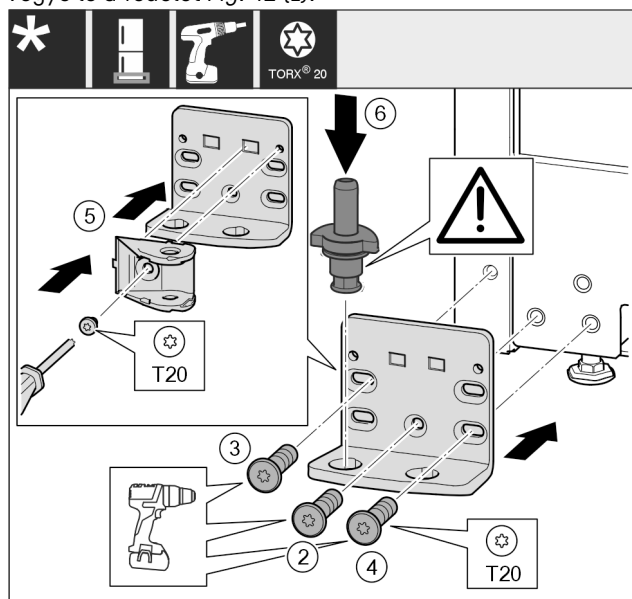

Fig. 43
- ▶ Helyezze fel a csapágybakot a másik oldalra, és csavarozza fel csavarhúzóval. Kezdje alul a középső csavarral Fig. 43 (2).
- ▶ Húzza meg a csavart Fig. 43 (3) és a csavart Fig. 43 (4).
- ▶ Fordítsa el 180°-kal a záráscsillapító egységet Fig. 43 (5). Csavarozza fel a csapágybak másik oldalára csavarhúzóval.
- ▶ Helyezze be teljesen a csapszeget Fig. 43 (6). Ügyeljen közben arra, hogy a reteszelő bütyök hátrafelé mutasson.